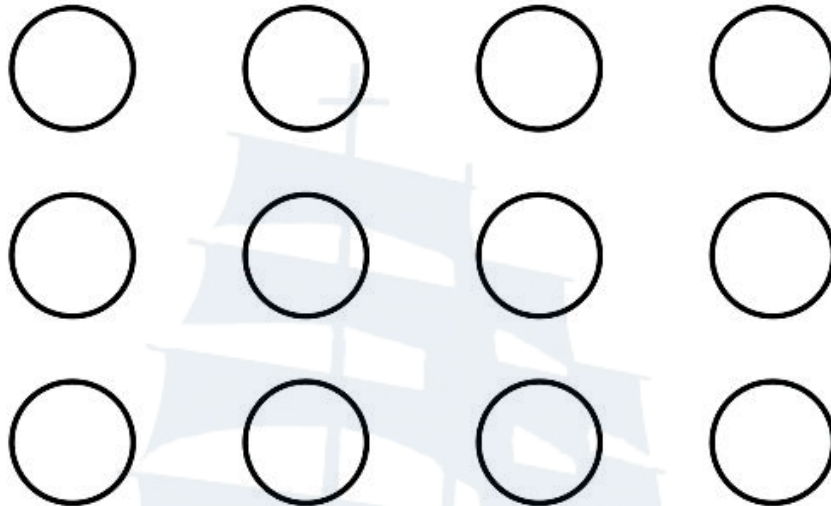

Рис. 141. Прямоугольный массив
**Прямоугольный массив** → **Выбрать объект** (окружность) → **Enter** → **к** (количество) → **Enter** → Указать количество строк (рядов) – **3** → **Enter** → Указать количество **столбцов** массива, в которых нужно расположить копии выбранных объектов (по умолчанию – 4) → **Enter** → **и** (интервал) → **Enter** → Указать расстояние **между строками** (рядами) **30** мм – по умолчанию → **Enter** → Расстояние **между столбцами** **30** мм – по умолчанию → **Enter**. Построенный прямоугольный массив изображен на рис. 141.
Построенный прямоугольный массив изображен на рис. 141.